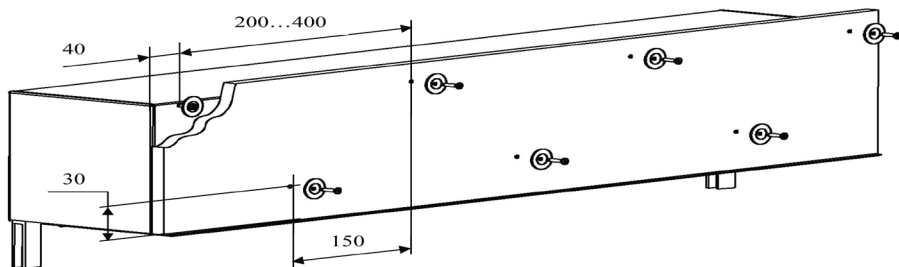

Рис. 15. Установка основы под штукатурку
2. Установить плиту заподлицо с неоштукатуренным фасадом здания (краями проема). Просверлить отверстия диаметром 3,5 мм через плиту и панель короба, а также через плиту и шину фасадную (см. рис. 15, приведенный ниже). Прикрепить теплоизоляционную